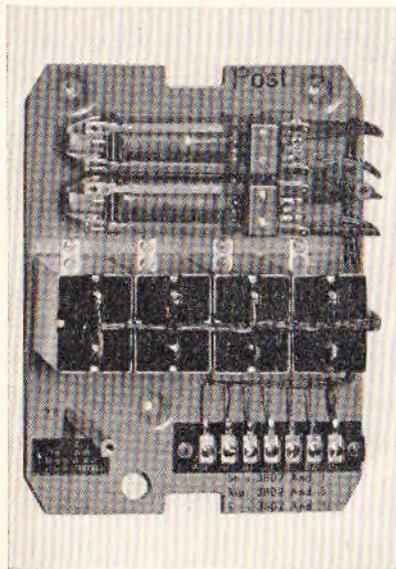

Bild 148. Gemeinschaftsumschalter 1/2 GUm 39 (Beikasten).
1. **1/2 GUm 39:** Siehe Bild 148, Schaltung: siehe Bild 152 (Beikasten); einzusetzen bei Amtsübertragungen 1/2 GÜe 48 W und 1/2 GÜe 53 VW/AS.